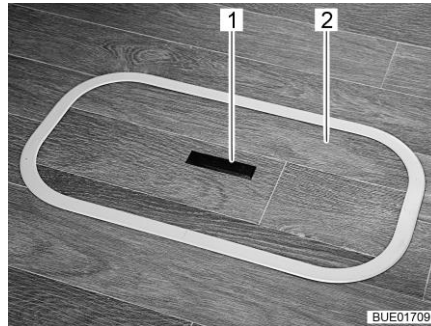
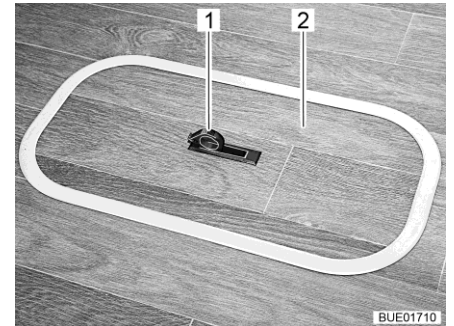

Bild 63 Lock för golvfacket (handtag sänkt)
Bild 64 Lock för golvfacket (handtag utsvängd)
- Tryck nedåt på ena sidan av gripplattan (Bild 63,1). Handtaget (Bild 64,1) svängs upp.
- Ta av locket (Bild 63,2 eller Bild 64,2) uppåt.